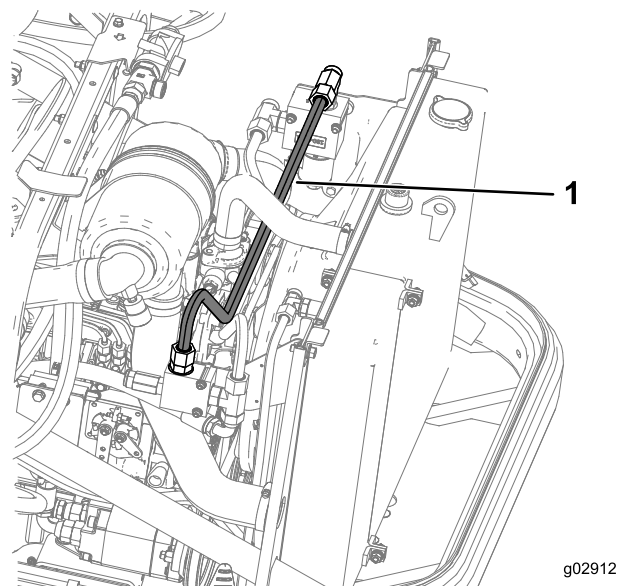

Figure 30
10. Reliez le tube hydraulique I du raccord adaptateur (5/8 x 5/8" mâle) sur le collecteur droit au raccord adaptateur en T (5/8" mâle) sur le collecteur gauche, comme montré à la Figure 30.